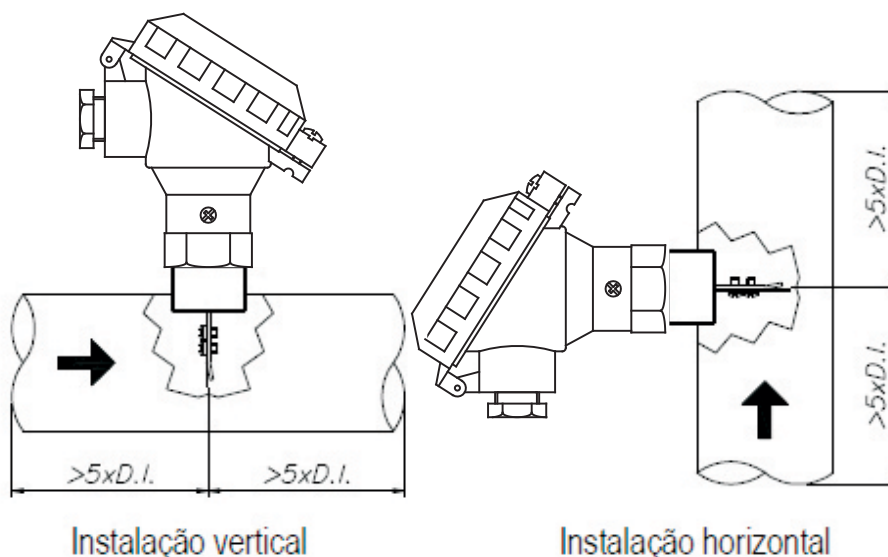

Fig. 6.1 – Instalação vertical (à esquerda)
- Certifique-se de que haja espaço para a instalação respeitando um trecho reto (antes e depois da conexão ao processo) equivalente a cinco vezes o diâmetro interno da tubulação ( $5 \times D.I.$ ), conforme Fig.6.1.